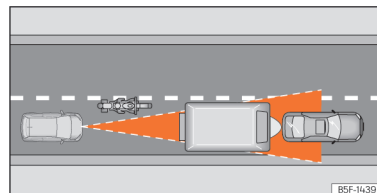

Рис. 107 Мотоцикліст за межами зони сканування радара.
- Транспортні засоби, які відхиляються від смуги або рухаються поза зоною виявлення датчиків, наприклад, мотоцикли >>> **рис. 107.**